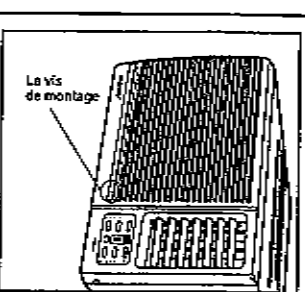

Fig. 1c
- Remove the phillips screw securing the grill front to the chassis. (from behind where the filter was removed) Fig. 1c
- Assurez la grille frontale au caisson en utilisant les vis Phillips enlevées précédemment. Fig. 1c.